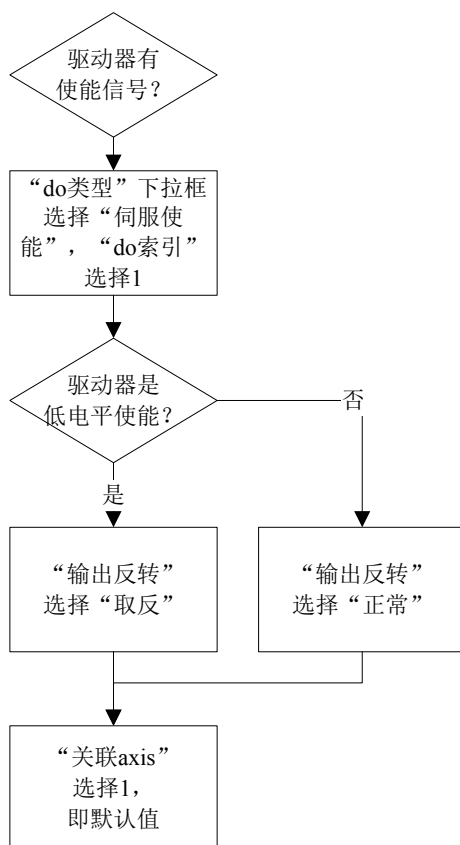

图 4-35 闭环模式下 do 配置流程
- (8) 切换至“di”页。调用 `GT_GetDi` 指令读取某一个输入开关的值时，0 表示输入低电平，1 表示输入高电平，一般情况下按默认值配置即可。
- (9) 切换至“do”页，如图 4-35 所示。